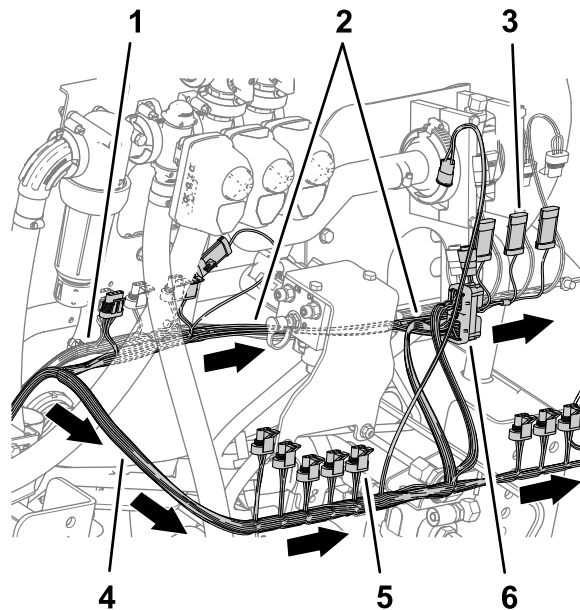

图 85
7. 如图 85 所示在机器背面将 89cm 线束支管从提升歧管前面布置到流量计右侧。
8. 如图 85 所示将 102cm 线束支管从提升歧管后面布置到右侧。